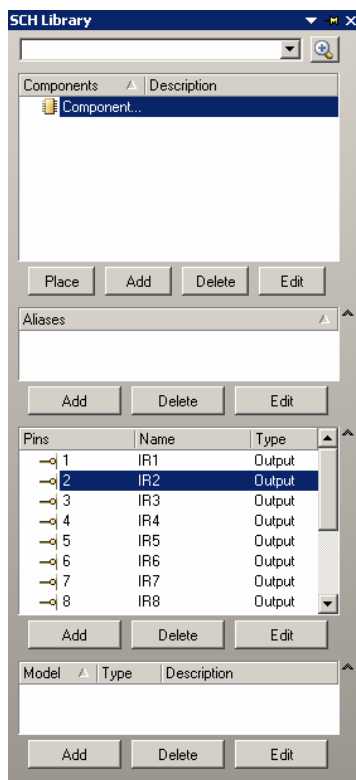

图 5.10 “SCH Library”选项页
(16) 单击工作区域右侧的“SCH Library”选项页标签，打开如图 5.10 所示的“SCH Library”选项页。